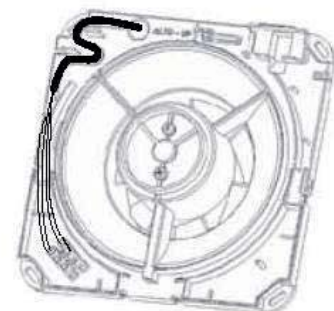

Imagen 11
4. Coloque el cable de alimentación en el lugar adecuado (Imagen 11).